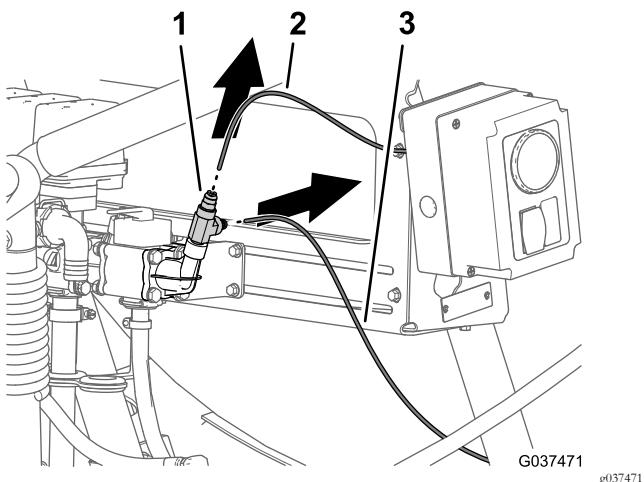
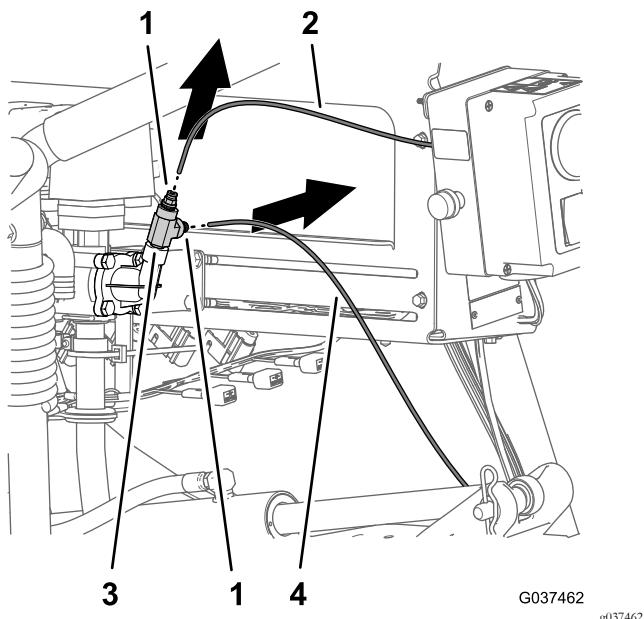

Figura 11
Figura 12
1. Premete i collari degli accoppiatori dei tubi nel raccordo a T nel raccordo del foro di pressione (Figura 11 o Figura 12).
- Rimuovete il tubo di rilevamento della pressione per il manometro del cruscotto dall'accoppiatore del tubo (Figura 11 o Figura 12).
- Rimuovete il tubo di rilevamento della pressione per il manometro della pistola di irrorazione o dall'accoppiatore del tubo (Figura 11 o Figura 12).